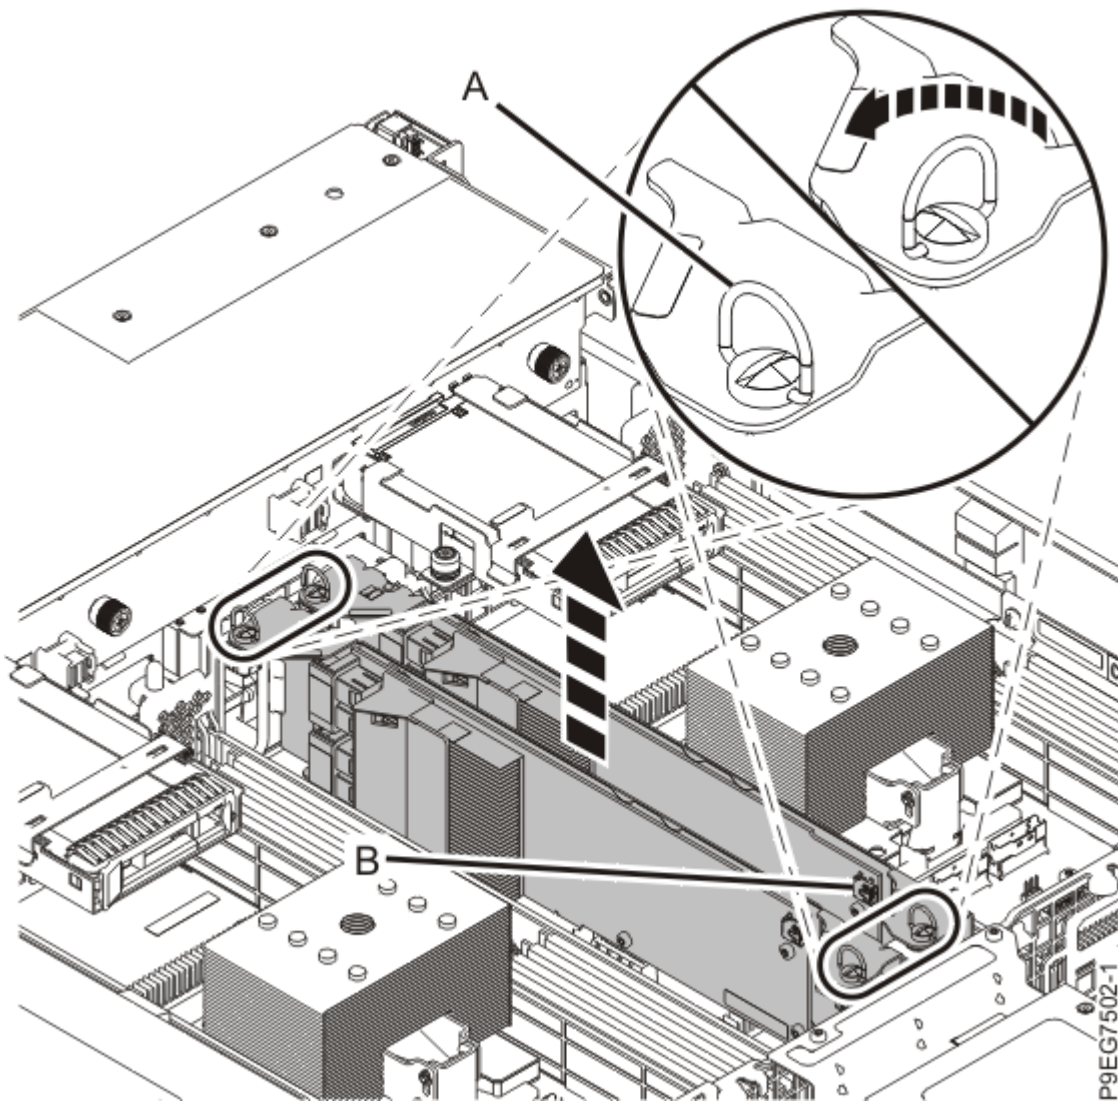

図 22. SAS RAID アダプターの取り外し
7. 前面 SAS ケーブルは、このアダプターに接続したままにします。ねじ **(A)** を反時計方向に回転して、SAS RAID アダプターを解放します。SAS RAID アダプターと前面 SAS ケーブルの両方を持ち上げて、スロットから外します。SAS RAID アダプターをスロットから持ち上げる際に、前面 SAS ケーブルがどのコンポーネントとも引っ掛かっていないことを確認します。28 ページの図 22 を参照してください。